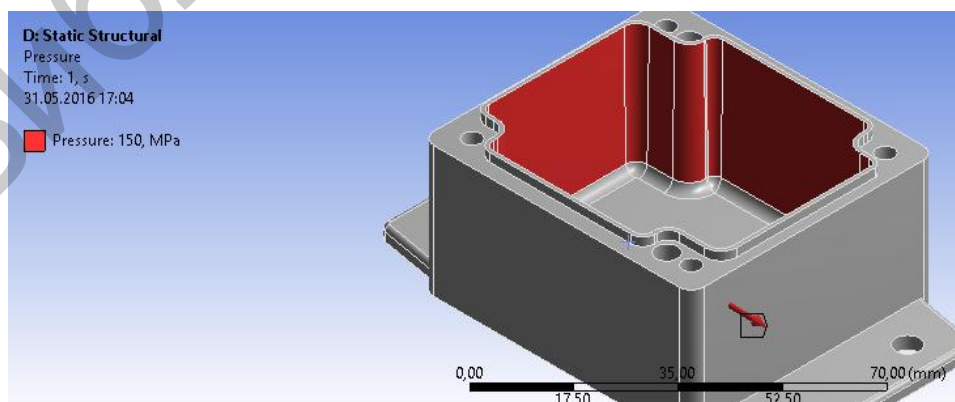

Рисунок 2.51 – Воздействие на внутренние плоскости давлением 150 МПа
– зафиксировать нижнюю плоскость и воздействовать на внутренние плоскости давлением 150 МПа (рисунок 2.51).